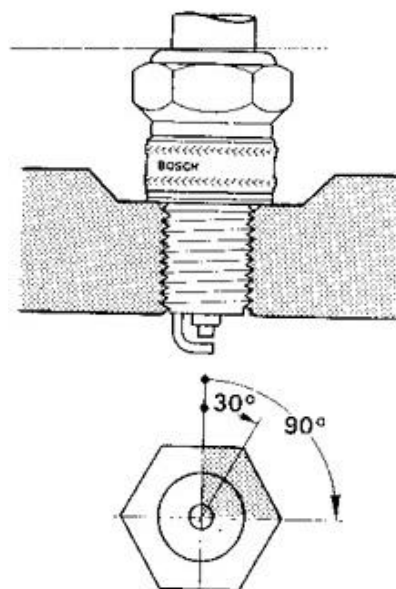

FIG. 4 (BOSCH)
- Bougie neuve : serrer à la main jusqu'au blocage puis ajouter 90° de rotation supplémentaire (1/4 d'heure d'équivalent cadran) à l'aide d'une clé appropriée. (fig. 4).
- Bougie usagée : serrer à la main jusqu'au blocage puis ajouter 30° de rotation supplémentaire (5 mn d'équivalent cadran) à l'aide d'une clé appropriée. (fig. 4).